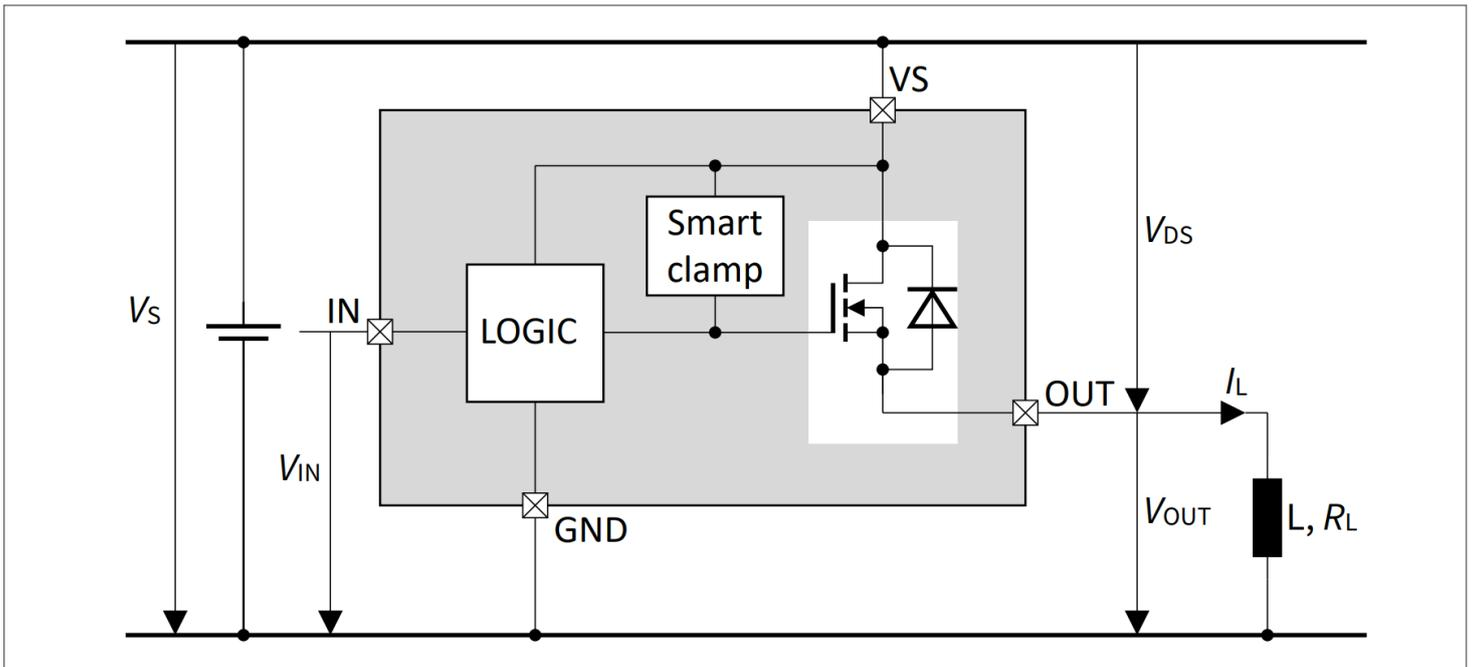
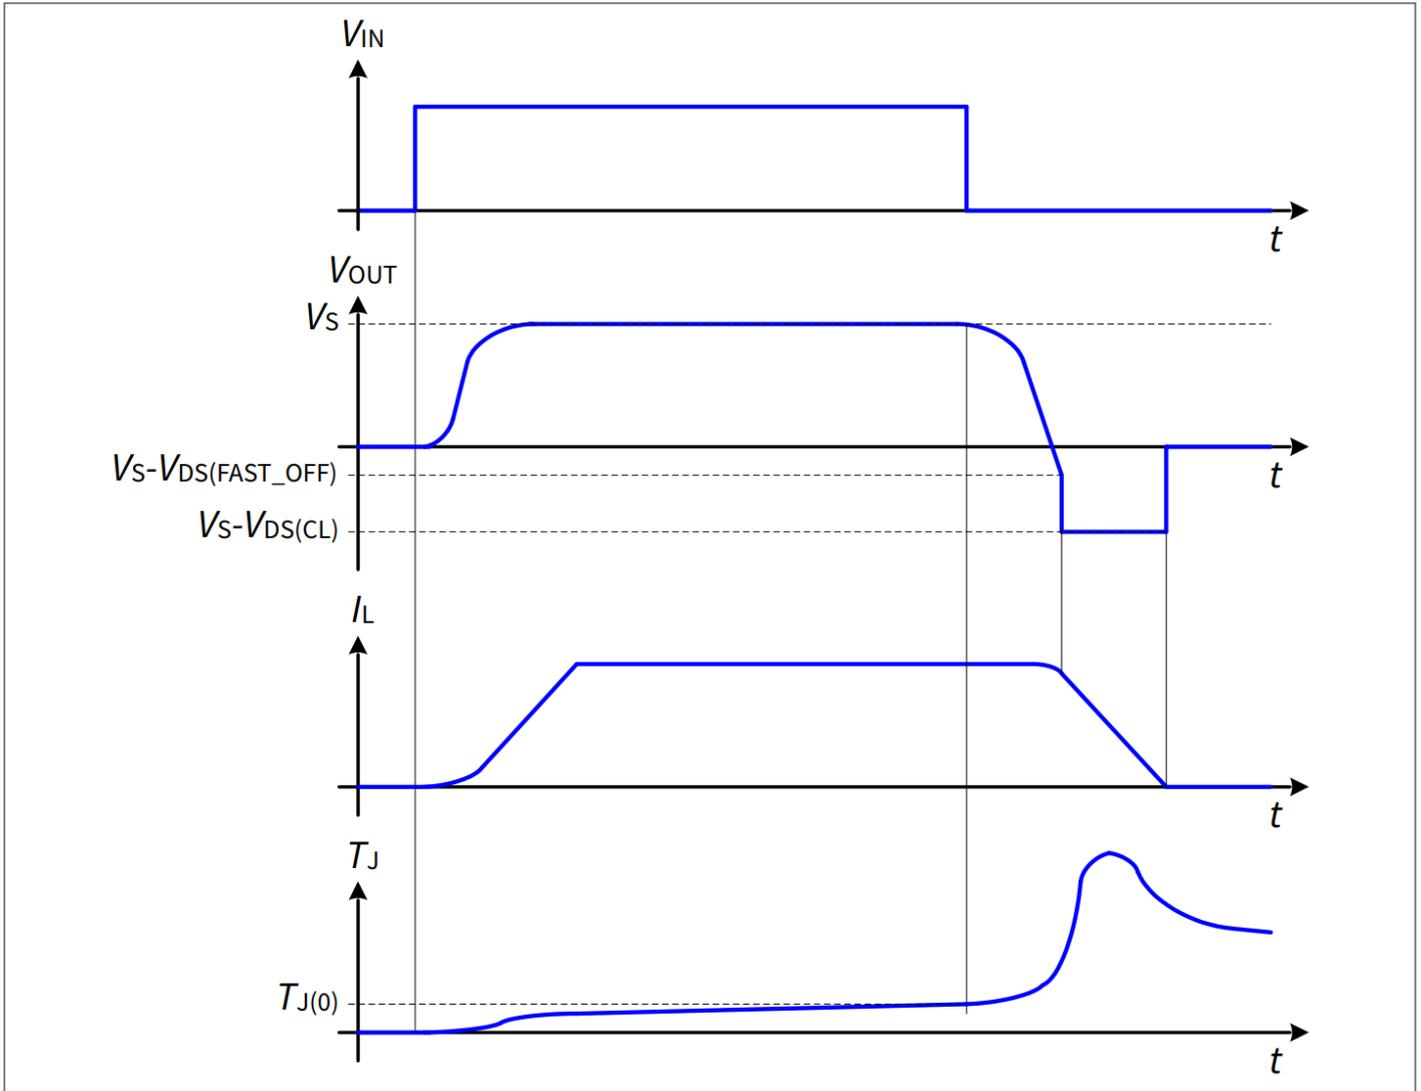

图 11 输出钳位
图 12 开关电感
为了防止器件因高电压而损坏，采用了智能钳位机制，可将负输出电压保持在一定水平 ($V_S - V_{DS(CL)}$)。请参考图11以及图12了解详情。尽管如此，允许的最大负载电感仍然有限。
该器件在驱动感性负载时具有快速关断功能，以提高散热能力。当 V_{DS} 高于 $V_{DS(FAST_OFF)}$ 时，触发快速关断。请参考图 12 了解详情。
- 当 $V_{IN} < V_{I(L)MIN}$ 时，器件将被关闭。在关断操作期间， V_{OUT} 降至 $V_S - V_{DS(FAST_OFF)}$ 以下。参见图 12。